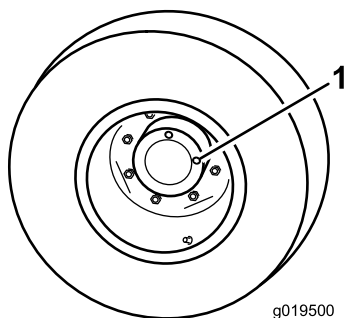

Figura 68
1. Com a máquina numa superfície nivelada, posicione a roda de forma a que um tampão de verificação (Figura 68) fique na posição das 12 horas e a outra na das 3 horas
1. Tampão de verificação (2)
2. Retire o tampão da posição das 3 horas (Figura 68). O óleo deve ficar ao nível do fundo do orifício do tampão de verificação.